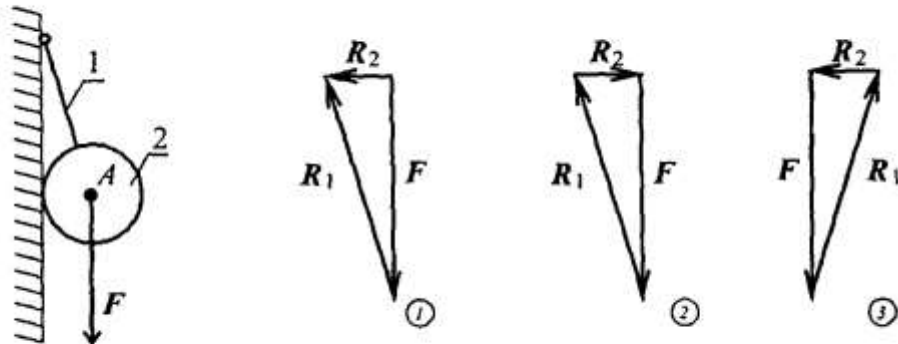

Рис. 2.8
2. Из представленных силовых треугольников выберите треугольник, построенный для точки A (рис. 2.8, 2.9).
Шар подвешен на нити и находится в равновесии. ~~Обратить~~ ~~внимание~~ на направление реакции от гладкой опоры и условие равновесия шара (рис. 2.8).